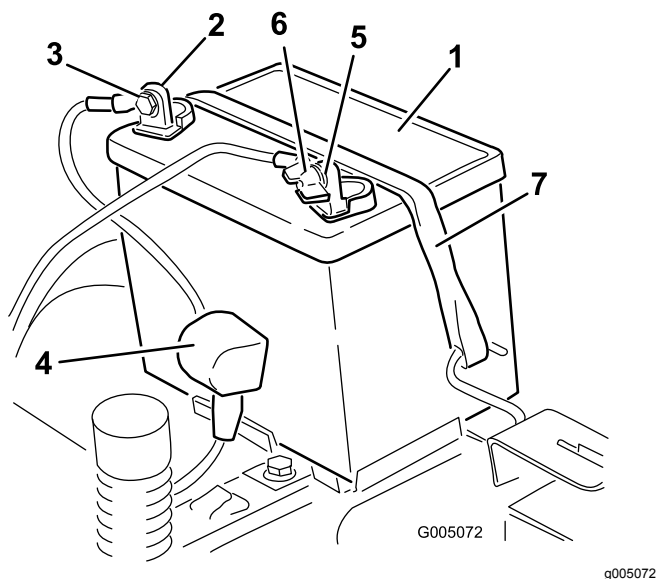

Figura 44
4. Desconecte el cable negativo de tierra (negro) del borne de la batería (Figura 44). Guarde todas las fijaciones.
5. Deslice hacia arriba la cubierta de goma del cable positivo (rojo). Desconecte el cable positivo (rojo) del borne de la batería (Figura 44). Guarde todas las fijaciones.
6. Retire la correa de sujeción de la batería (Figura 44) y levante la batería para retirarla de su bandeja.
1. Coloque la batería en la bandeja (Figura 44).
5. Fije la batería con la correa de sujeción (Figura 44).